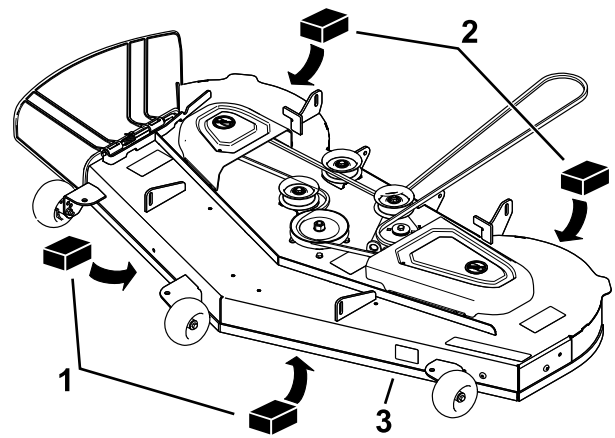

Figura 61
3. Coloque dos bloques de 6.6 cm (2⁵/₈" de grosor debajo de cada lado del borde delantero de la carcasa, pero no debajo de los soportes de los rodillos protectores del césped (Figura 61).
4. Coloque dos bloques de 7.3 cm (2⁷/₈" de grosor debajo del borde trasero del faldón de la carcasa de corte, uno en cada lado de la carcasa de corte (Figura 61).